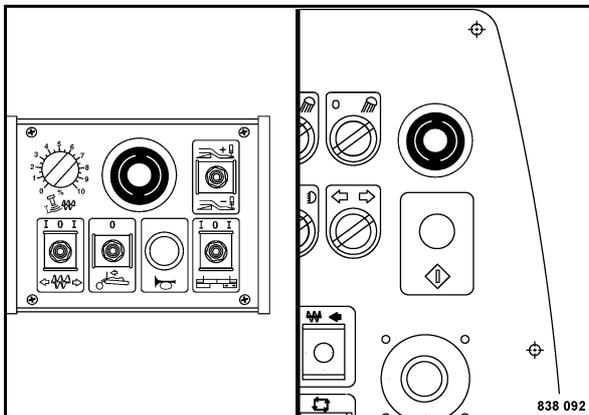

Fig. 133
- In caso d'emergenza, azionare uno degli interruttori a pressione ad urto (Fig. 133) posizionati sul pannello di comando del posto di guida, o sui quadri di comando esterni della macchina.